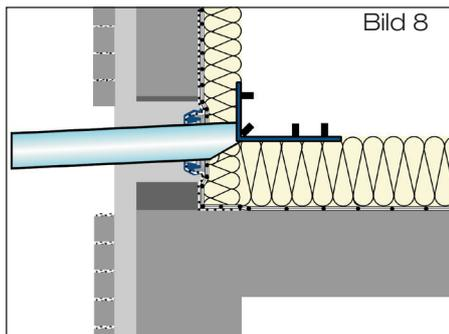

Bild 8
2.2 Das Auslaufrohr des Ablaufs bauseits in der Länge anpassen. Die Dichtung des Schiebeflansches und Auslaufrohr des Ablaufes mit LORO-X Gleitmittel versehen. Das Auslaufrohr in die Dichtung des Schiebeflansches einschieben. Wärmedämmplatte unter den Ablauf schieben. Den Ablauf sowie die Wärmedämmplatte fixieren (Bild 8). Entstandene Hohlräume in der Wärmedämmung mit geeigneten Materialien schließen. Auslaufrohr im Wandbereich mit ausreichender Wärmedämmung versehen. Wärmedämmplatten verlegen.